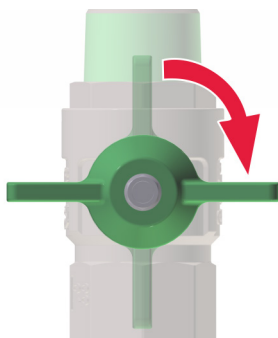

Fig. 25: Chiudere le principali valvole di arresto.
- Aprire la valvola di sfiato (fig. 25) per sfiatare il circuito primario.